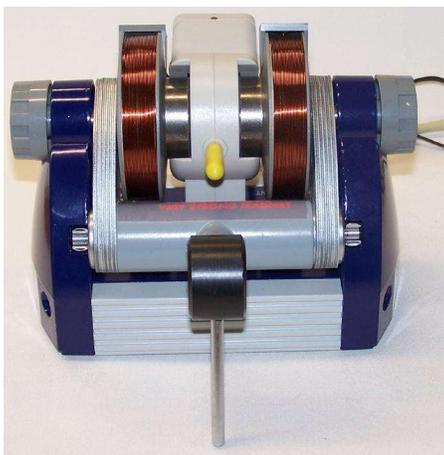

Fig. 2 Unité de base avec l'échantillon de glycérine inséré
- Insérez l'échantillon de glycérine (partie supérieure jaune) dans la chambre à échantillon (voir figure 2).